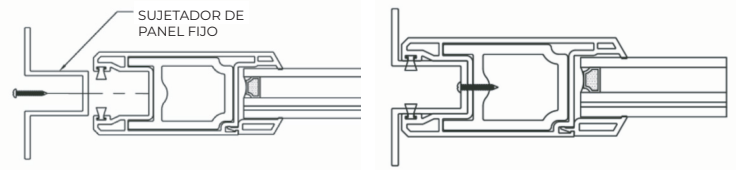

Figura 24a
1. **Cada panel fijo** tiene un sujetador de panel fijo de 6" (pieza 15) instalado en el punto medio. Presione el sujetador en el montante del panel fijo y fíjelo en su lugar utilizando tres (3) tornillos (pieza 45, figura 24a).